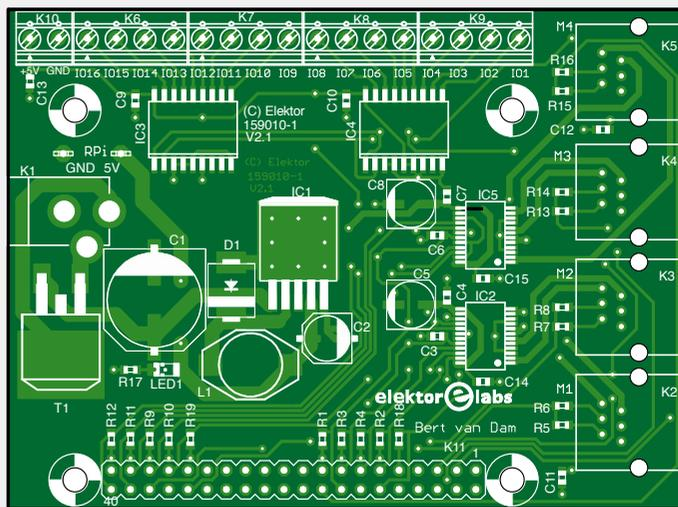

Bild 4. Platinenlayout für das LEGO-Control-Board. Die 40-polige Kontaktleiste K11 wird auf der Unterseite montiert.
- einen kleinen, leicht bedienbaren Schalter (siehe Bild 4).